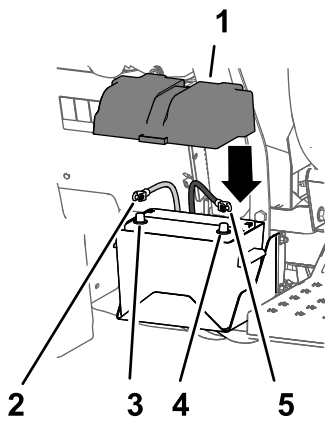

Figure 38
1. Branchez le câble positif à la borne positive de la batterie (Figure 38).
2. Branchez le câble négatif à la borne négative de la batterie (Figure 38).
3. Placez le couvercle de la batterie sur le compartiment de la batterie et fixez-le avec la sangle (Figure 38).